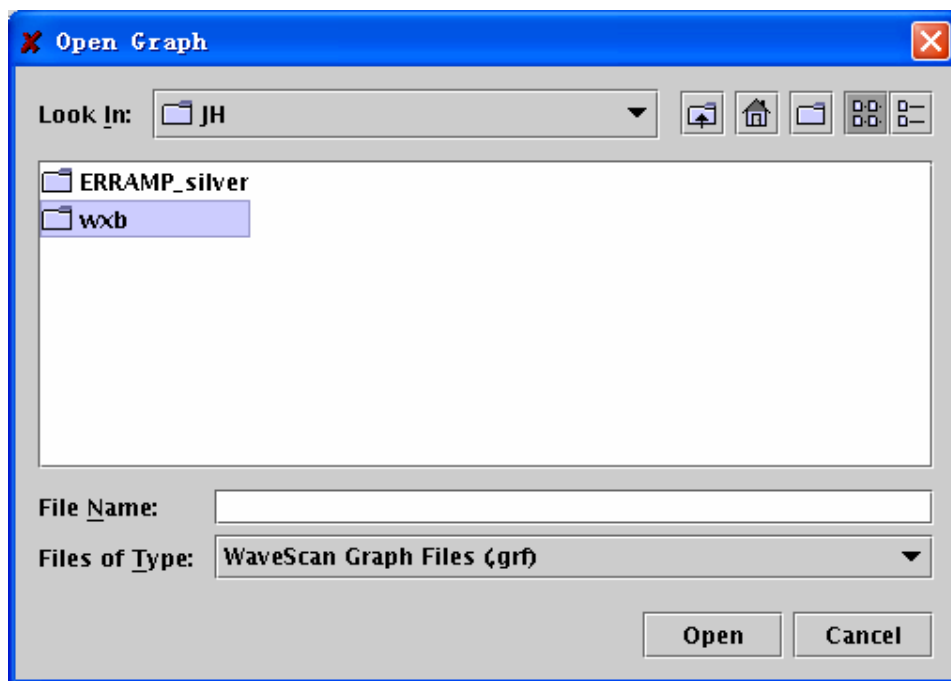

图 12.40 打开保存的图表文件
- 1) 在“Results Browser”中选择“File” → “Open Graph” → “Open Graph as Plot”。此时将会弹出“Open Graph”对话框。如图 12.40 所示。